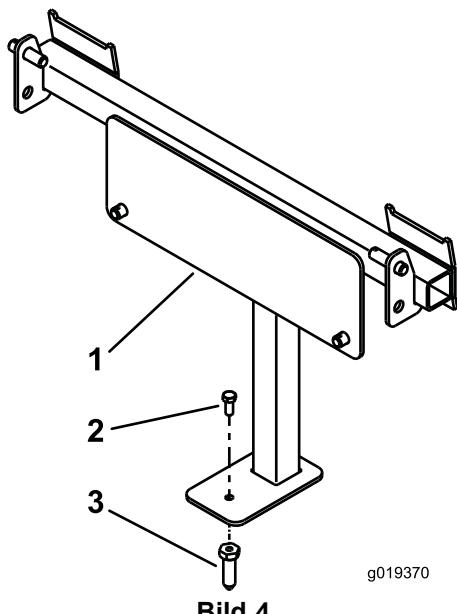

**Bild 3**
2. Befestigen Sie die obere Befestigungshalterung mit zwei Schrauben (5/16" x 1") und zwei Sicherungsmuttern (5/16") am Traktorheck (Bild 3).